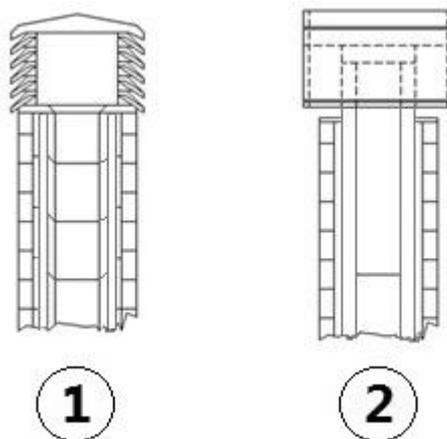

Fig. 5 - Protivetrni dimniški zaključki
- Priporočamo protivetrni dimniški zaključek, glejte **Fig. 5**.
- Zunanja dimniška cev, narejena izključno iz inox izoliranih cevi z dvojno steno, minimalno $\varnothing 100/120$ mm: vse skupaj dobro pritrjeno na zid. S protivetrnim dimniškim zaključkom (glejte **Fig. 5**).